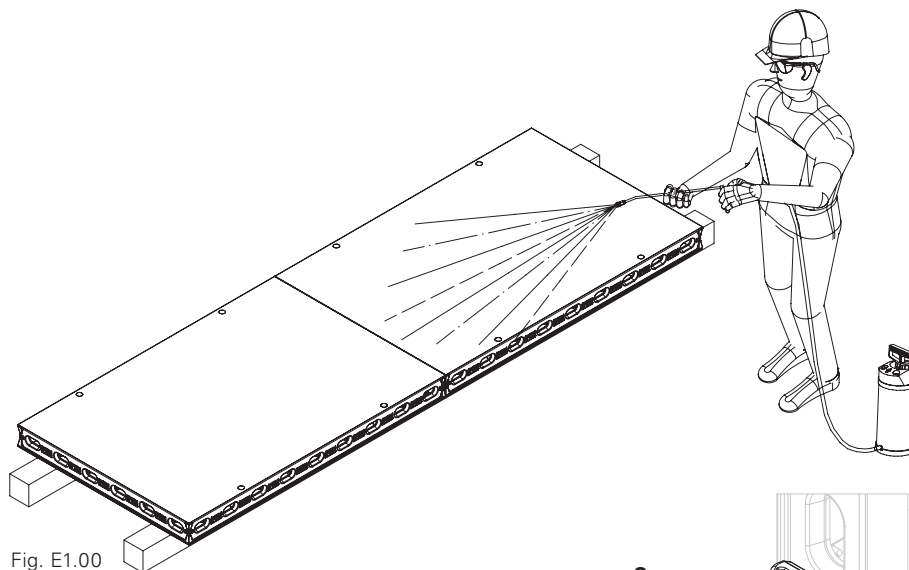

Fig. E1.00
- Le matériau composite n'engendre pas de réactions chimiques avec le béton. Afin de réduire au minimum la charge de nettoyage et l'usure de la peau coffrante, il est recommandé de vaporiser de l'huile de décoffrage PERI Plasto Clean sur toutes les pièces avant chaque utilisation. Une autre solution consiste à utiliser des agents de décoffrage à base de cire ou de solvants (Fig. E1.00). Ne pas utiliser d'huiles tels diesel, kérosène, par ex. Respecter la fiche technique de sécurité.